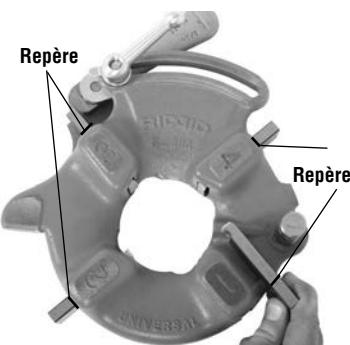

Figure 6 – Insertion des filières
4. Relevez la languette de la rondelle pour l'écartez du sillon de la barre calibrée. Amenez la rondelle jusqu'au bout du sillon (*Figure 6*).
6. Introduisez les filières appropriées dans la tête de filière avec leurs chiffres en haut jusqu'à ce que le repère se trouve à fleur du rebord de la tête de filière (*Figure 6*). Les chiffres des filières doivent correspondre à ceux des logements de la tête de filière. Remplacez le jeu de filières au complet et ne mélangez pas les filières d'un jeu avec celles d'un autre.